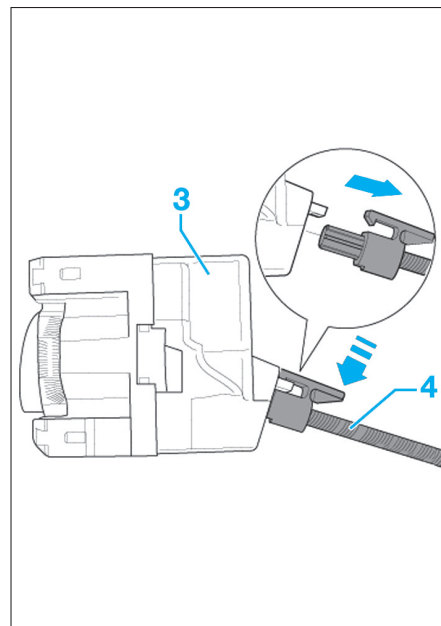

Fig. 11
- Dégrafer le câble de commande (4) du panneau de commande (3) comme illustré (Fig.11).